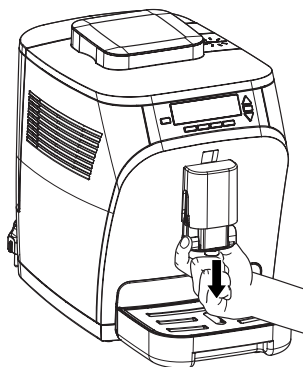

Fig. 9: Retirer la buse café-lait
9. Retirez la buse café-lait en la tenant par les poignées et en extrayant l'ensemble du guidage par le bas (Fig. 9).